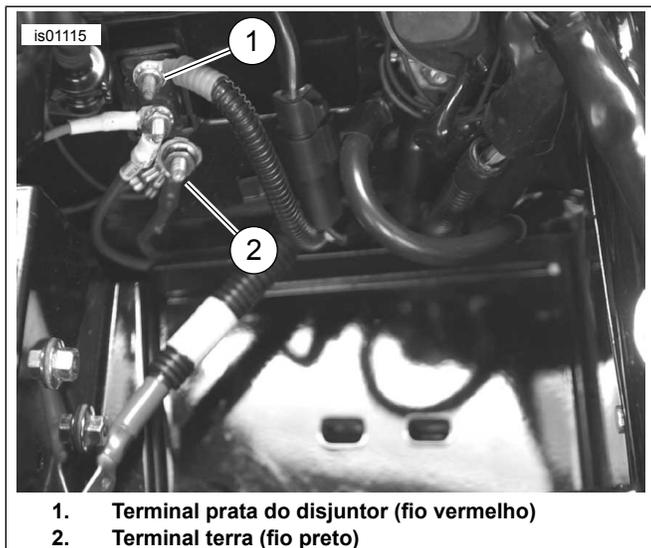

Figura 5. Conexões (com a bateria removida) – Modelos Touring ano 2003 ou anteriores (FLHTCU 2003 mostrado)
3. Veja Figura 5 . Corte o fio preto do chicote de fios da manopla aquecida para que alcance facilmente o prisioneiro do terra (2) localizado abaixo do disjuntor da bateria logo abaixo do assento.